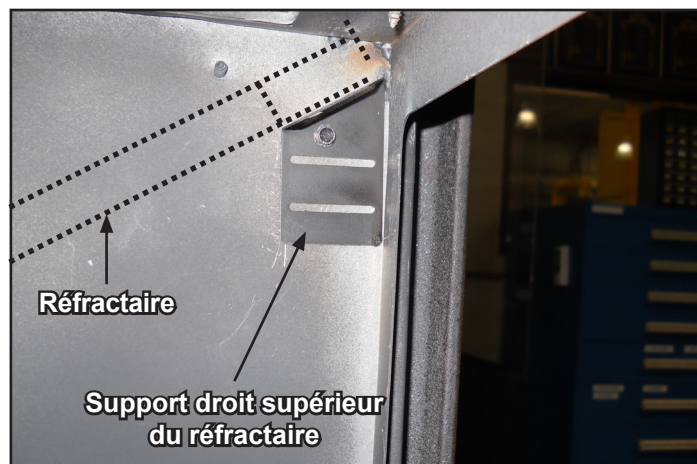
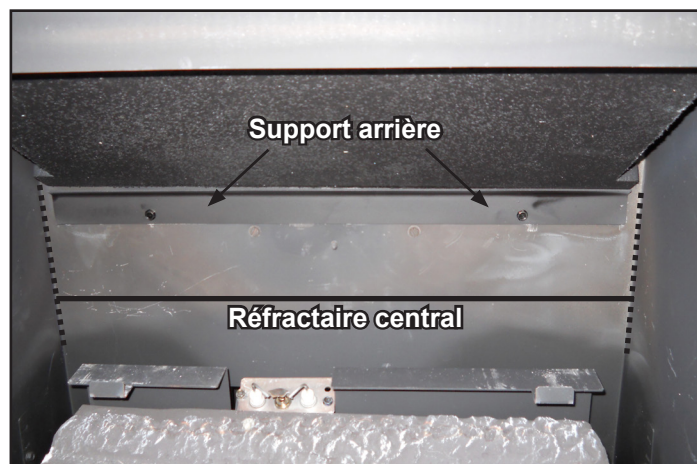

Figure 10.3 Support droit supérieur du réfractaire
Figure 10.4 Réfractaire supérieur installé
4. Lorsque le réfractaire se trouve dans l'appareil, faites glisser le bord avant/supérieur du réfractaire au-dessus des supports du réfractaire avant. Voir la Figure 10.3. Faites glisser le réfractaire vers l'avant jusqu'à ce qu'il touche l'avant de la boîte à feu interne. Faites glisser le réfractaire vers le bas et l'arrière, de manière à ce que le bord arrière du réfractaire repose sur le support arrière. Centrez le réfractaire de droite à gauche. Voir la Figure 10.4.